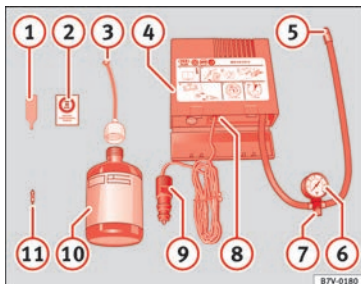

Bild 59 Standardtyp: Innehåll i däckreparationssatsen
- Skruva ur däckets ventilhått och insats. Använd verktyget » **bild 59 ①** för att ta bort insatsen. Placera den på en ren yta.
en kraftigt » **bild 59 ⑩**.
- Skruva på påfyllningsslangen » **bild 59 ③**
- Ta bort förslutningen från påfyllningsslangen » **bild 59 ③** och skruva fast slangens på däckventilens gänga.
- Sätt tillbaka pluggen på däckventilen med hjälp av verktyget » **bild 59 ①**.
- Skruva fast påfyllningsslangen till kompressorpumpen » **bild 59 ⑤** i ventilen.
- Kontrollera att luftningsskruven är stängd » **bild 59 ⑦**.
- Sätt i kontakten » **bild 59 ⑨** i bilens 12-volts eluttag » **bild 130**.
- Slå på luftkompressorn med ON/OFF-brytaren » **bild 59 ⑧**.